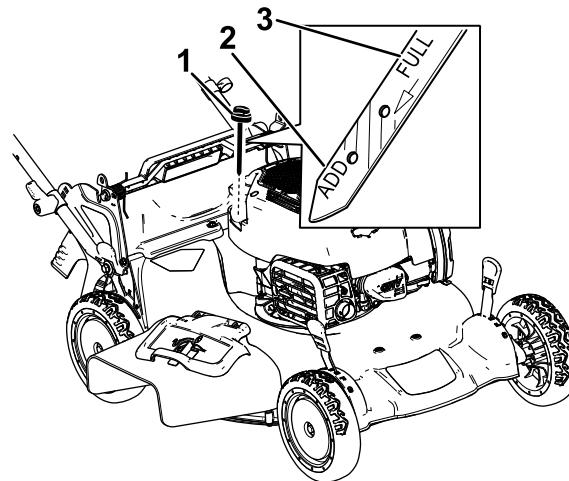

Bild 29
3. Entfernen Sie den Peilstab, indem Sie den Deckel nach links drehen und herausziehen (Bild 29).
10. Lesen Sie den Ölstand am Peilstab ab. (Bild 29)